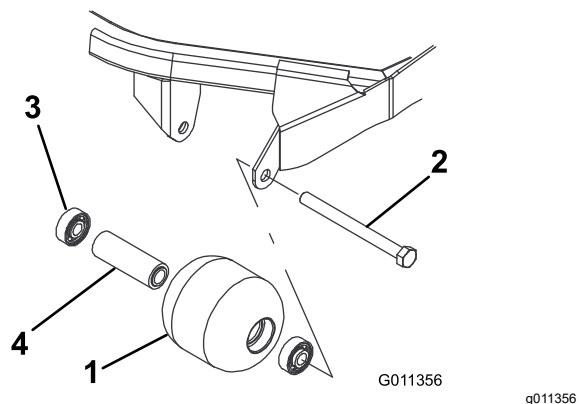

Figure 98
1. Retirez le boulon de fixation du galet (Figure 98).
1. Enfoncez le premier roulement dans le logement à la presse (Figure 98). Exercez la pression uniquement sur la bague extérieure ou uniformément sur les bagues intérieure et extérieure.
2. Insérez l'entretoise (Figure 98).
3. Enfoncez le second roulement dans le logement à la presse (Figure 98). Exercez une pression uniforme sur les bagues intérieure et extérieure jusqu'à ce que la bague intérieure rencontre la douille d'écartement.